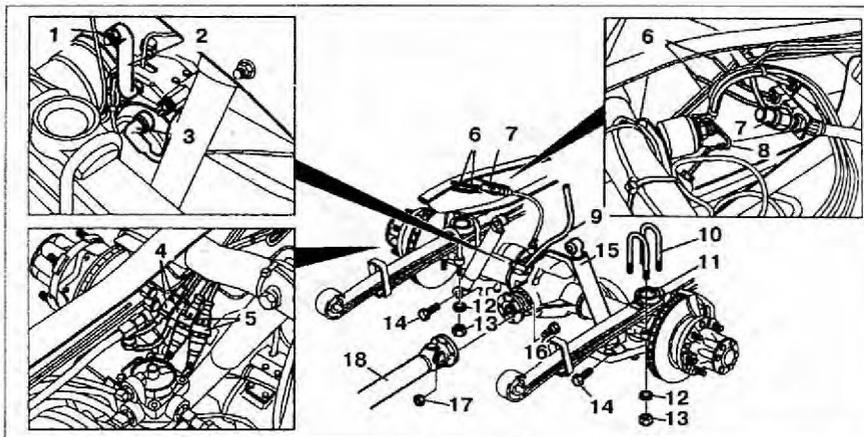

Рис. 5.18. Снятие и установка задней подвески:
2. Отсоедините разъем проводки от датчика износа тормозной накладки 4 (рис. 5.18).